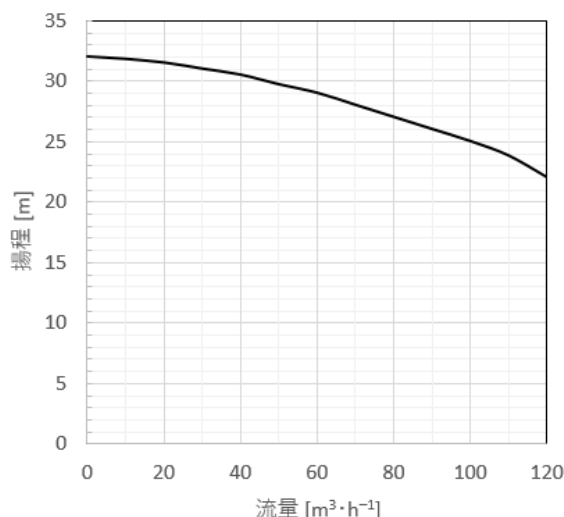

図 1A-2
- (5) 位置エネルギー頭 H_1 [m], および、調節弁を除いた配管（熱交換器、流量計、配管圧損を含む）の圧力損失頭 H_2 [m] を求めなさい。また、容器 A から容器 B への送液を流量範囲 $50 \sim 100 \text{ m}^3 \cdot \text{h}^{-1}$ で行うとき、流量 $50 \text{ m}^3 \cdot \text{h}^{-1}$ での H_2 [m]も求めなさい。
- (6) 検討の結果、流量 $100 \text{ m}^3 \cdot \text{h}^{-1}$ 、全揚程 25 m の遠心ポンプを選定した。ポンプの性能曲線を図 1A-2 に示す。解答用紙の図中に抵抗曲線を表示しなさい。また、調節弁の圧力損失を、流量が $50 \text{ m}^3 \cdot \text{h}^{-1}$ と $100 \text{ m}^3 \cdot \text{h}^{-1}$ の条件で求め、図のどの部分に相当するか示しなさい。なお、調節弁の圧力損失は設問(3)での仮値とは異なる点に注意のこと。